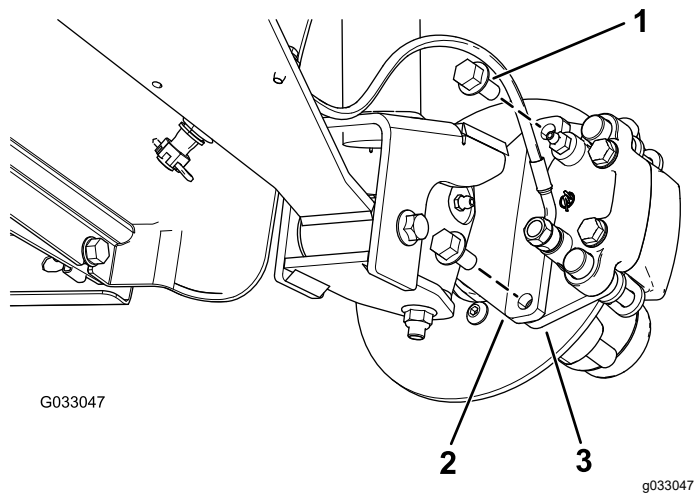
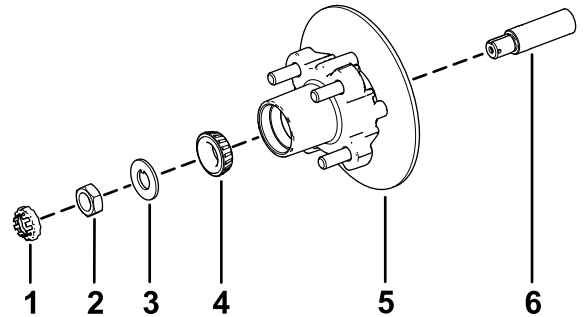

Figura 33
Figura 37
3. Togliete i bulloni a testa flangiata ($\frac{3}{8}$ " x $\frac{3}{4}$ "") che fissano la staffa del gruppo del freno al mandrino e separate il freno dal mandrino (Figura 33).
1. Lubrificate leggermente il mandrino con il grasso specificato (Figura 37).
2. Montate il mozzo e il rotore sul mandrino con il rotore verso l'interno (Figura 37).
3. Montate il cuscinetto esterno sul mandrino e inserite il cuscinetto sull'anello esterno (Figura 37).
4. Montate la rondella di sicurezza sul mandrino (Figura 37).
5. Avvitare il dado del mandrino sul mandrino e serrate il dado a 15 N·m mentre ruotate il mozzo per posizionare in sede il cuscinetto (Figura 37).
2. Allineate le pastiglie dei freni su ciascun lato del rotore (Figura 33) e i fori sulla staffa della pinza con i fori sul supporto del freno del telaio del mandrino (Figura 37).
3. Fissate la staffa del calibro al telaio del mandrino (Figura 33) utilizzando i 2 bulloni a testa flangiata ($\frac{3}{8}$ " x $\frac{3}{4}$ ").